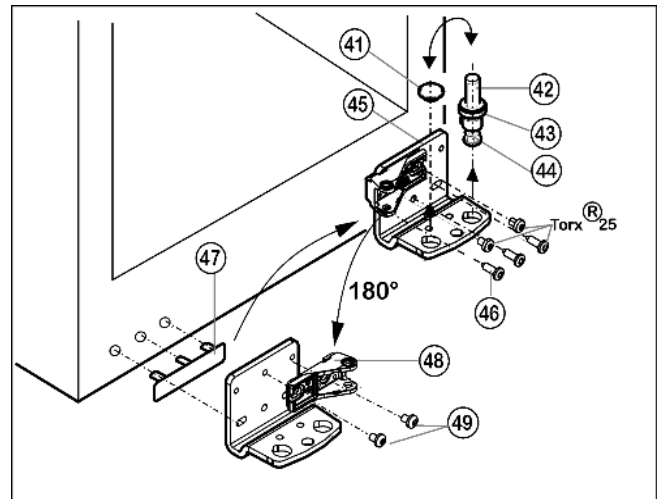

Fig. 12
- ▶ Извлеките опорный винт Fig. 12 (42) в комплекте с шайбой Fig. 12 (43) и регулируемой опорой Fig. 12 (44), вытягивая его вверх.
- ▶ Снимите пробку Fig. 12 (41).
- ▶ Открутите Fig. 12 (46) опорный кронштейн Fig. 12 (45).
- ▶ Открутите опорную деталь Fig. 12 (48) и снова прикрутите внутри с поворотом на 180°.
- ▶ Осторожно снимите и переставьте на противоположную сторону крышку со стороны ручки Fig. 12 (47).
- ▶ Снова прикрутите нижний опорный кронштейн Fig. 12 (45) на новой стороне шарнира (с моментом 4 Нм). При необходимости используйте аккумуляторный шурупверт.
- ▶ Переставьте пробку Fig. 12 (41) в свободное отверстие.
- ▶ Вновь установите опорный винт Fig. 12 (42) в комплекте с шайбой и регулируемой опорой. При этом фиксатор должен быть направлен назад.